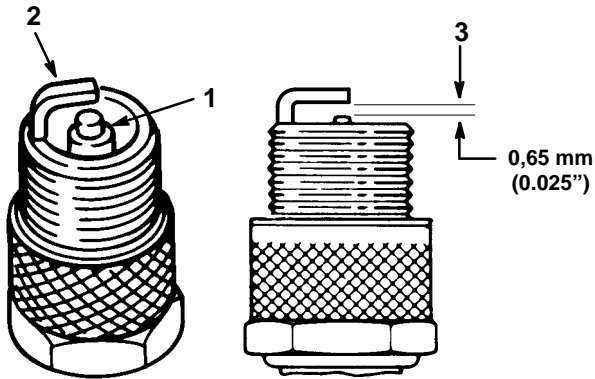

Figure 23
1. Inspecter le centre des bougies (Fig. 23). Si le bec de l'isolateur est recouvert d'un léger dépôt gris-brun, le moteur fonctionne correctement. S'il est couvert d'un dépôt noir, c'est généralement signe que le filtre à air est encrassé.
2. Contrôler l'écartement entre l'électrode centrale et l'électrode latérale (Fig. 23). Courber l'électrode latérale (Fig. 23) si l'écartement est incorrect.